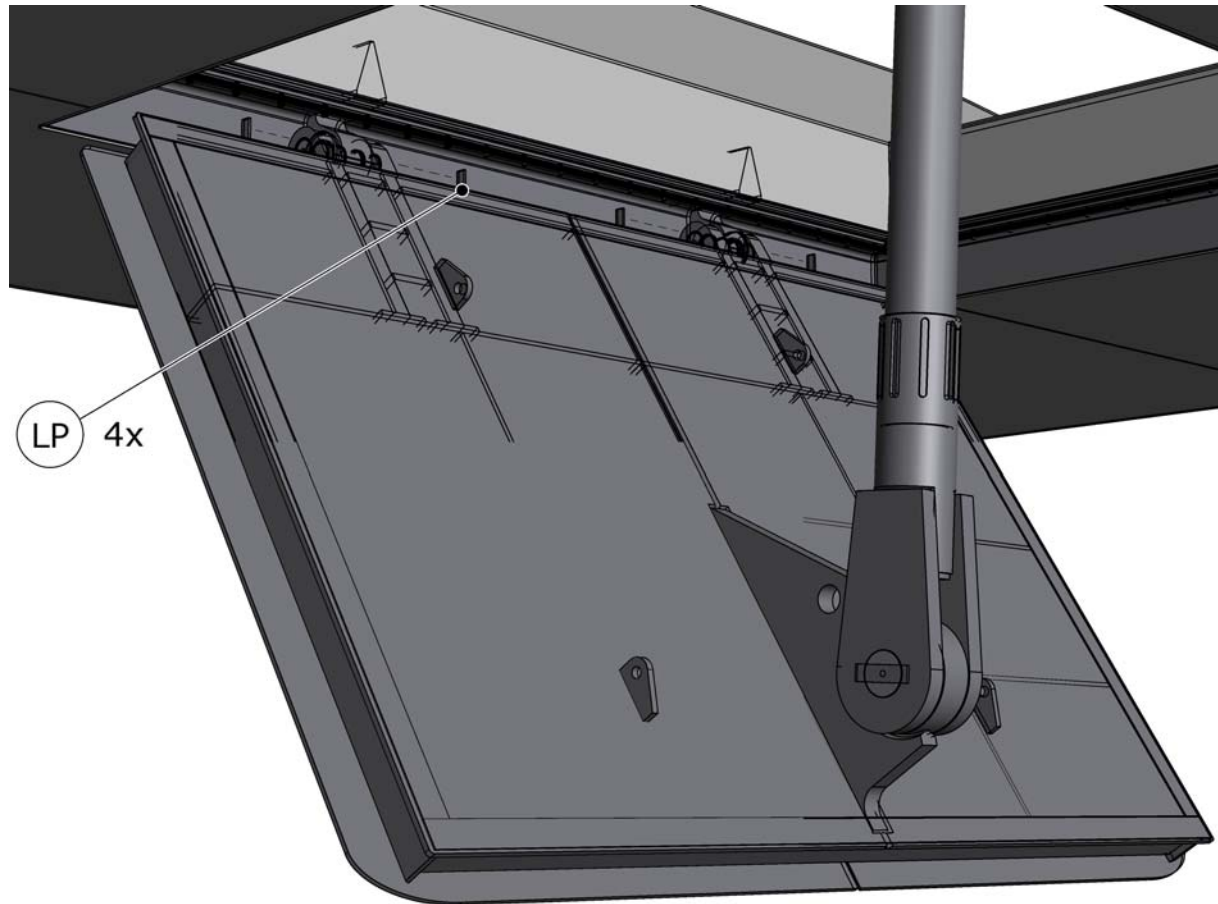

Figure 33 Retrait des tôles de sécurité
1. Ouvrez suffisamment la porte de fond pour pouvoir accéder aux charnières (voir la Figure 33).
2. Retirez les tôles de sécurité (LP).